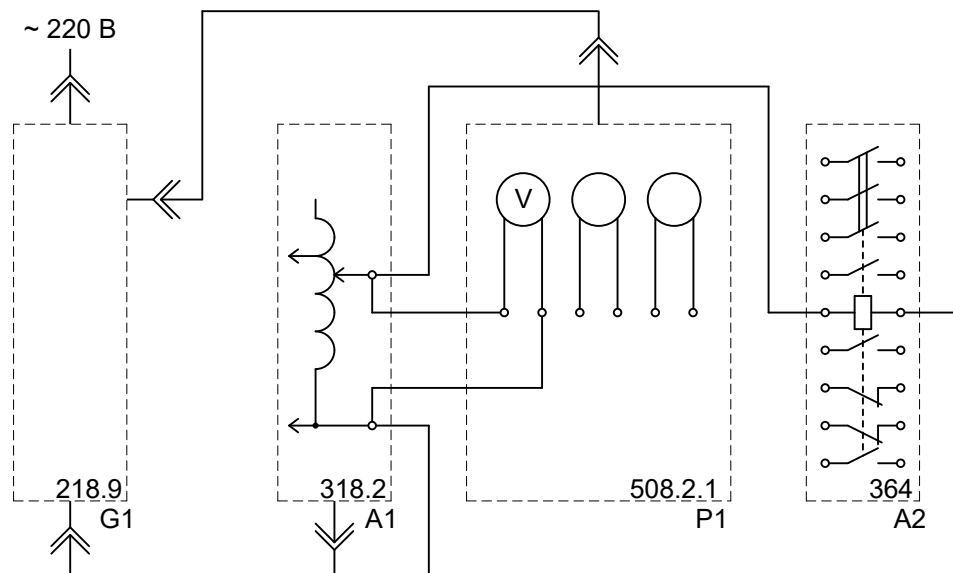
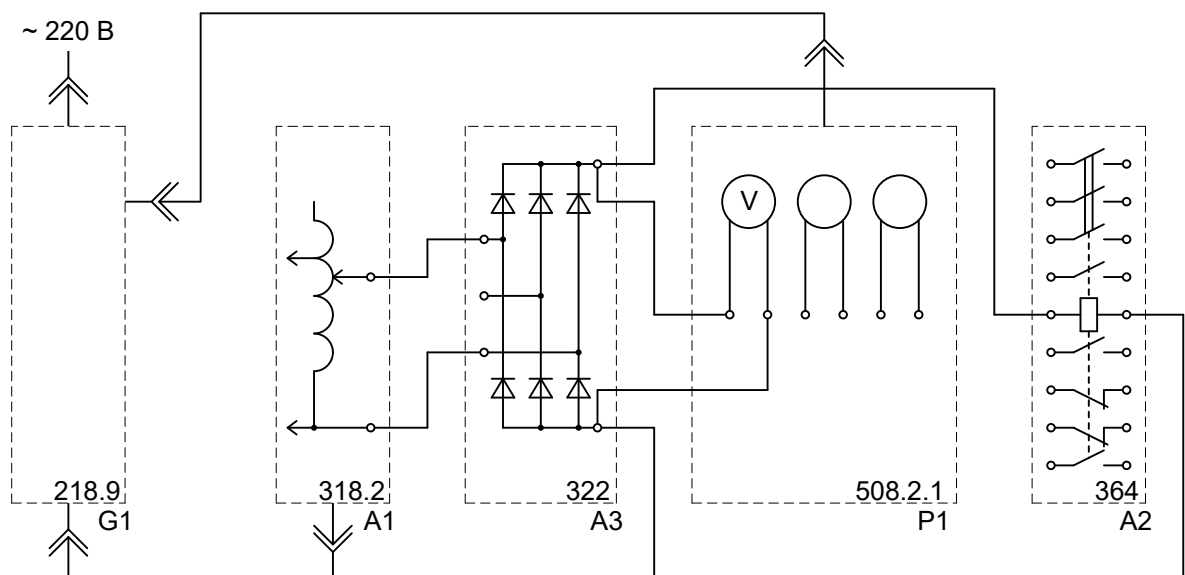

Рисунок 1.1 – Схема электрическая соединений для исследования электромагнитного контактора № 1
Рисунок 1.2 – Схема электрическая соединений для исследования электромагнитного контактора № 2
3. Соедините аппаратуру в соответствии со схемой электрической соединений (рисунок 1.1) (питание обмотки контактора синусоидальным током промышленной частоты) или рисунок 1.2 (питание обмотки контактора выпрямленным током).